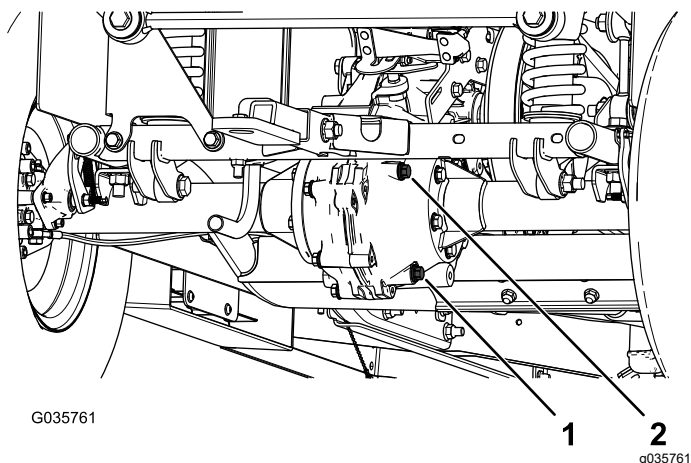

Figura 57
4. Scoateți bușonul de umplere de pe transmisie (Figura 57).
5. Dacă nivelul lichidului este scăzut, scoateți bușonul de umplere și adăugați lichidul specificat până când acesta iese prin orificiu (Figura 57).
1. Aezai o tavă de golire sub bușonul de golire (Figura 57).
2. Scoateți bușonul de umplere și garnitura (Figura 57).
3. Scoateți bușonul de golire și garnitura și lăsați lichidul să se scurgă complet (Figura 57).